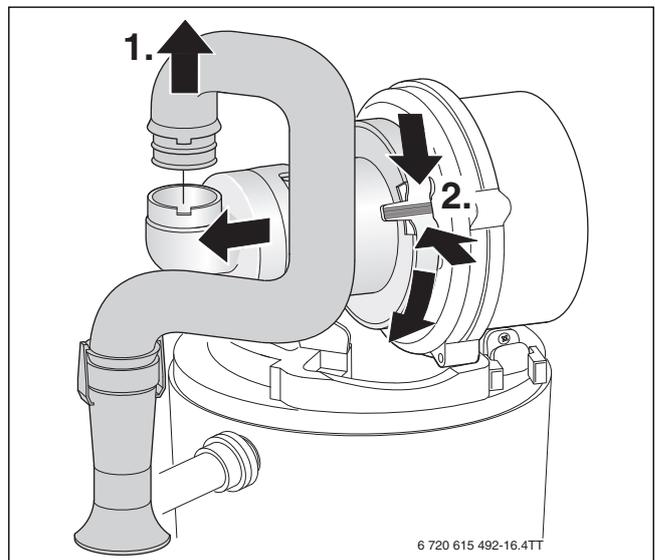

Bild 104 Saugrohr und Mischeinrichtung ausbauen
- ▶ Mischeinrichtung nach Bild 104 ausbauen.